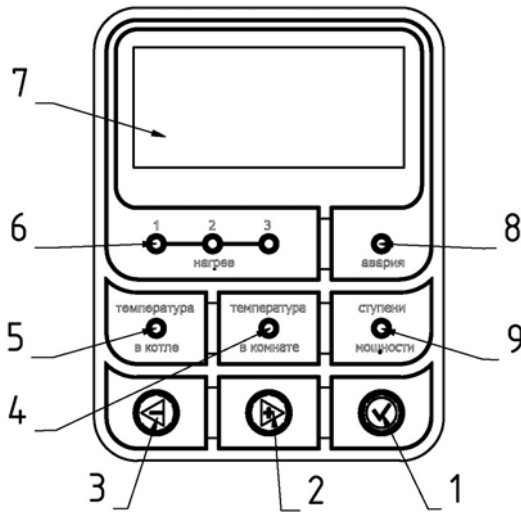

Рис. 5 Панель управления
4.10. Состояние работы прибора отражается на панели управления (Рис. 5). Панель управления содержит следующие элементы:
- ✓ Дисплей (7) отображает параметры работы прибора.
- ✓ Индикатор «нагрев» (6) показывает, Сколько ступеней мощности (от 1-ой до 3-ех) включено, и работает в данный момент.
- ✓ Индикатор режима отображения температуры теплоносителя в приборе (5)
- ✓ Индикатор режима отображения температуры воздуха в помещении (4)
- ✓ Индикатор режима отображения количества разрешенных для включения ступеней мощности (9)
- ✓ Кнопка уменьшения показаний (3) / прокрутки меню (⇐)
- ✓ Кнопка увеличения показаний (2) / прокрутки меню (➔)
- ✓ Кнопка выбора (1) / входа в меню (✓)
- 7.11. На дисплей выводится текущая информация о состоянии прибора. С помощью кнопок на панели управления обозначенных (⇐) и (⊕) (Рис.5) (2),(3), можно изменять отображаемые параметры работы, переключаясь между текущими значениями параметров «температура в котле», «температура в комнате», «ступени мощности», свечение индикаторов (5),(4),(9) указывает на отображаемый в данный момент параметр.
- 7.12. Для изменения уставки отображаемого параметра необходимо нажать на кнопку выбора (✓) (1) (Рис.5), перед цифрой на индикаторе появляется нижний пробел (например: _25), это означает, что прибор перешёл в режим изменения уставки, далее с помощью кнопок (⇐) и (⊕) (2),(3), можно задать требуемую уставку параметра. Для выхода из режима установки необходимо еще раз нажать на кнопку (✓), либо подождать ~ 10 секунд.
- 7.19. Для входа в сервисное меню нужно нажать кнопку (✓) (1) (Рис.5), ~ 5 секунд, до появления на дисплее символов «п1», означающих первый пункт меню. С помощью кнопок (⇐) и (⊕); (2), (3), необходимо выбрать пункт меню, который требуется изменить. Для входа в режим изменения пункта меню необходимо нажать на кнопку (✓) далее с помощью кнопок (⇐) и (⊕) можно изменить значение выбранного пункта меню. С помощью последовательных нажатий на кнопку (✓) можно быстро просмотреть установленные значения всех пунктов меню. Для выхода из сервисного меню необходимо, подождать ~ 20 секунд, либо кнопкой (✓) промотать весь список пунктов.